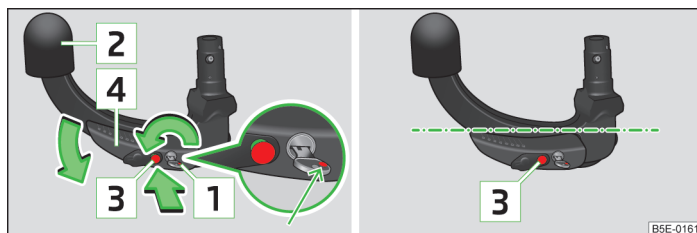

Fig. 102 Réglage de la position de mise en service/position de mise en service
- Faites tourner la clé, de façon à faire apparaître la marque rouge **1** » fig. 102.